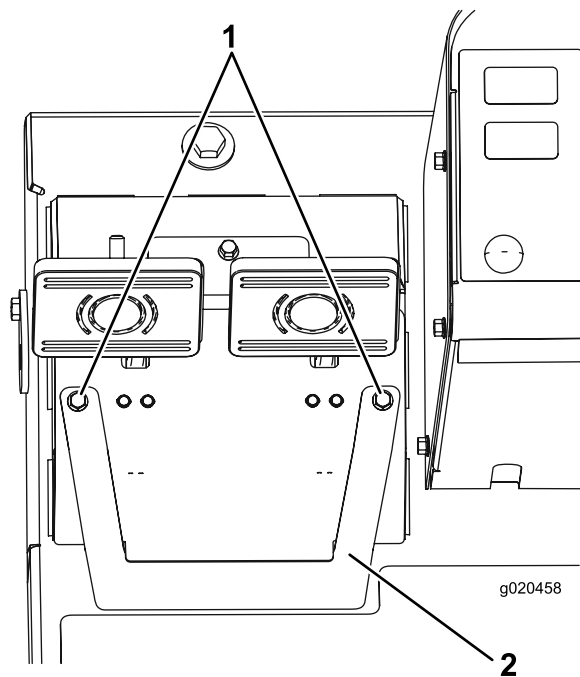

Figure 96
- A. Desserrez les 2 vis de montage et déposez le couvercle de réglage des freins (Figure 96).